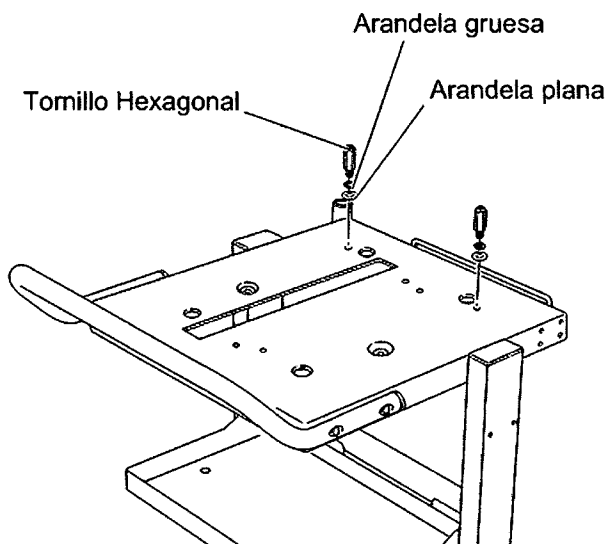

Figura 3.9.1 – Conexionado del Cable de alimentación.
- Agregar a los tornillos, arandelas planas y más gruesas, tal como se muestra en la Figura 3.9.1.